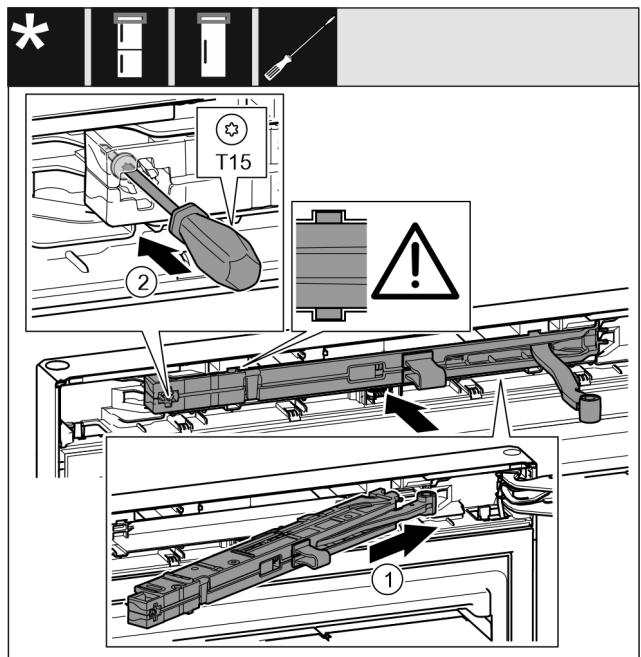

Fig. 49
- ▶ Schließdämpfereinheit auf der Lagerbockseite bis zum Anschlag schräg in die Aussparung einschieben. Fig. 49 (1)
- ▶ Schraube mit einem Schraubendreher T15 festschrauben. Fig. 49 (2)